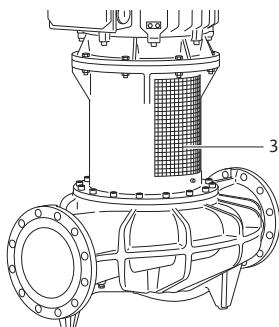

Fig. 48: Montert koblingsbeskyttelse-plate
- Kj r kun pumpen med monerte koblingsbeskyttelses-plater (Fig. 48, Pos. 3).